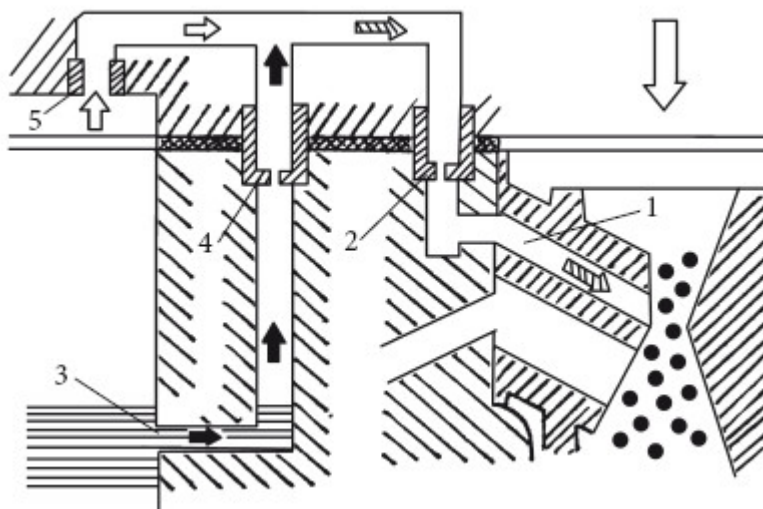

Рисунок 37. Устройство эконостата карбюратора: 1, 3 – каналы; 2 – эмульсионный жиклер; 4 – топливный жиклер; 5 – воздушный жиклер
1. При переходе на режим максимальной мощности засорилась система эконостата, которая обогащает горючую смесь. С карбюратора снять крышку и вынуть из вторичной камеры диффузор, который удерживается защелкой на пружине. Через открывшийся канал при помощи специального наконечника шинного насоса продуть эмульсионный жиклер. Через канал из поплавковой камеры продуть второй топливный жиклер. Через запрессованный в крышке воздушный жиклер продуть каналы, которые подходят к топливному и воздушному жиклерам (рис. 37).